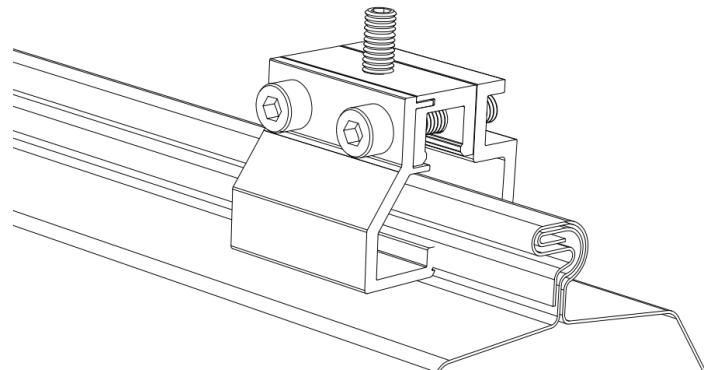
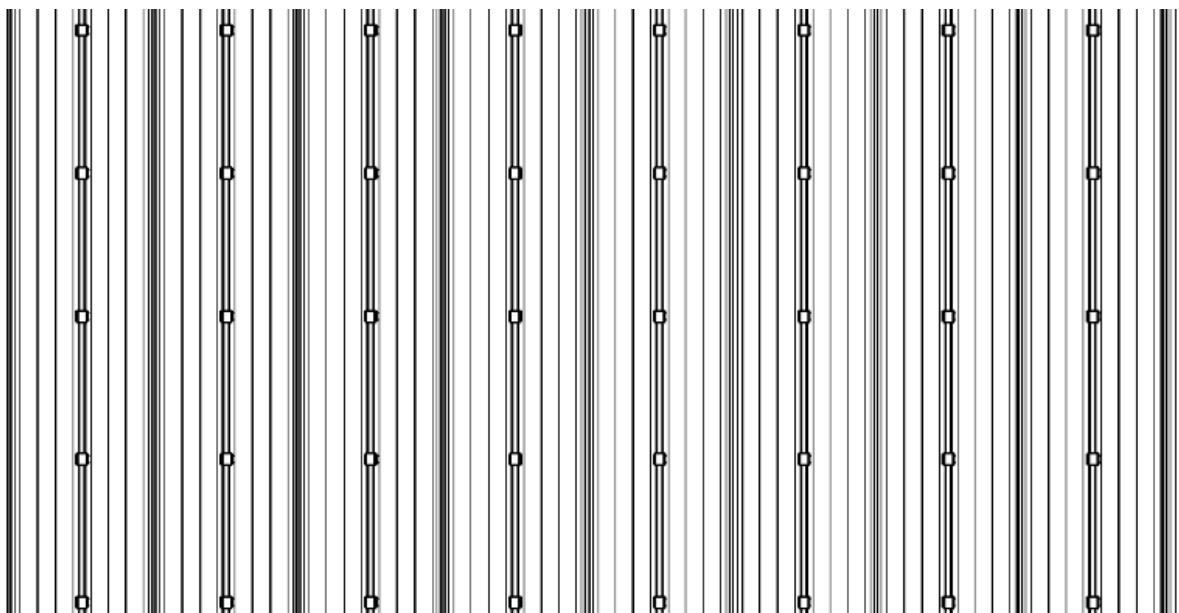

図 2
図 3
- 弾線の位置に基づいて、クランプのベースを金属屋根の山に取り付け、M8 ボルトを使用してクランプベースを締め付けて取り付けます（図 2）。ボルトの推奨トルクは 15 N·m 特殊屋根や部位がある場合、現場試験でトルク値を決めます。全体の取り付け効果は次の通りです（図 3）。